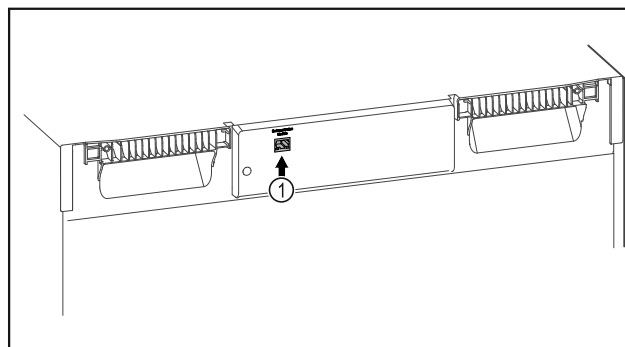

Fig. 98
- SmartModule Fig. 98 (1) is geplaatst.